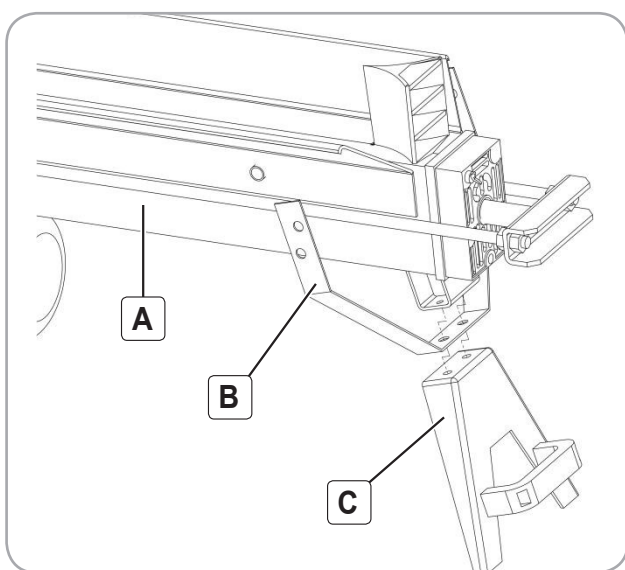

Fig.5
Conectați corpul utilajului (A) cu brida de fixare protecției (B) și piciorul de sprijin (C) prin intermediul șuruburilor indicate în Fig.5